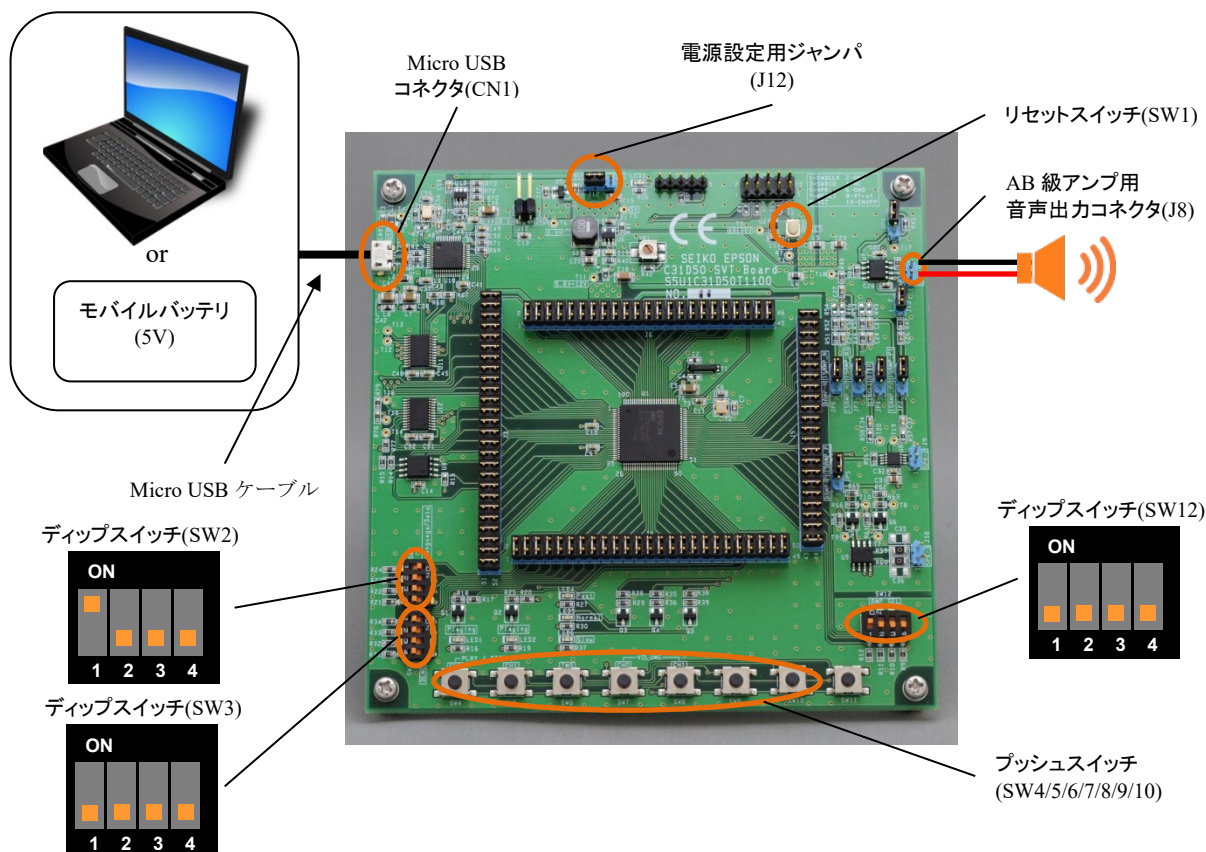

図 4.1.1 デモモードにおける主要部品の配置
- 5) ディップスイッチを設定します (図 4.1.1 を参照)。